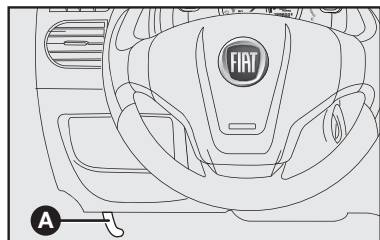

fig. 110
- 1) Puxar a alavanca **A**—fig. 110.